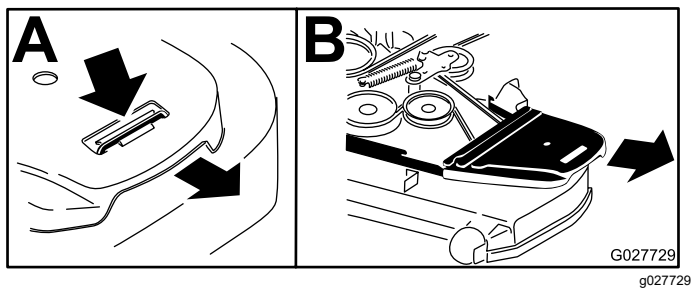

Figura 71
4. Retire las cubiertas de la correa (Figura 71).